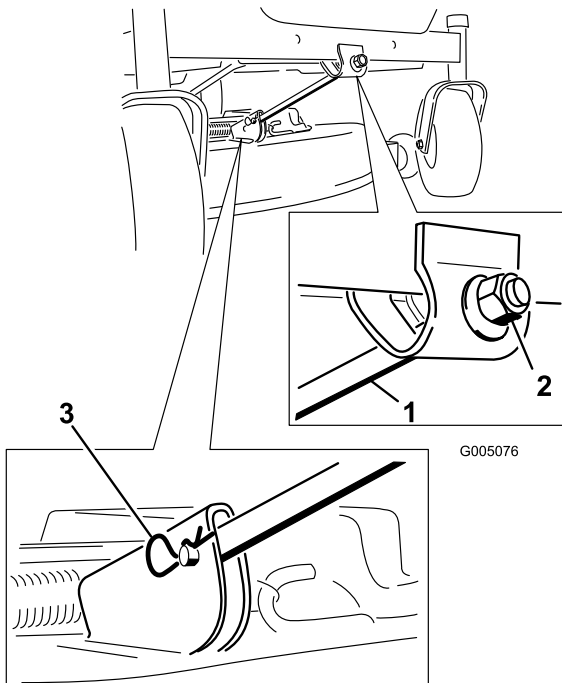

Figura 124
4. Retire la chaveta de la varilla de soporte delantera y retire la varilla del soporte de la carcasa (Figura 124).